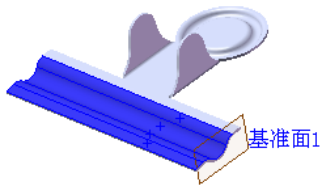

图 8.20 斜接法兰 1
Step7. 创建图 8.20 所示的钣金特征——斜接法兰 1。